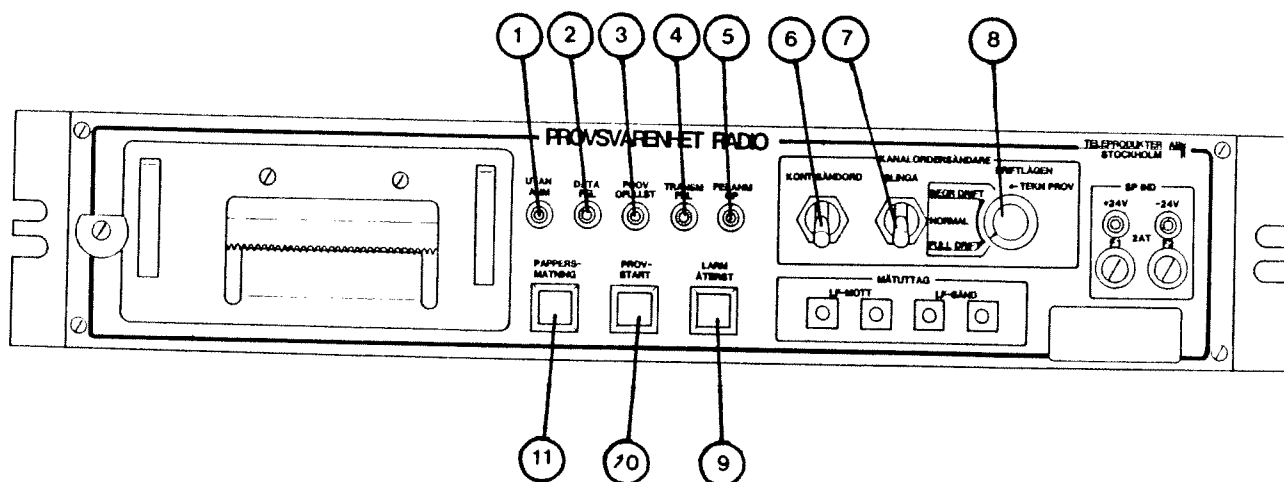

Bild 3. PSE
- Tryck in knappen PROVSTART (10) på SPE, se bild 3.
- Kontrollera att lampan PROV OFULLST (3) blinkar ett par gånger och sedan slocknar.
Vid mätning av nivåer i K202S fälls PSE vippomkopplare KONT SÄNDORDER (6) , bild 3, uppåt, K202S kommer därvid att sända kanalordermeddelande kontinuerligt.
- Fäll PSE vippomkopplare SLINGA (7) , bild 3, uppåt. Printern matar därvid fram remsan något. Samtidigt sätts tryckomkopplaren PAPPERSMATNING (11) ur funktion.